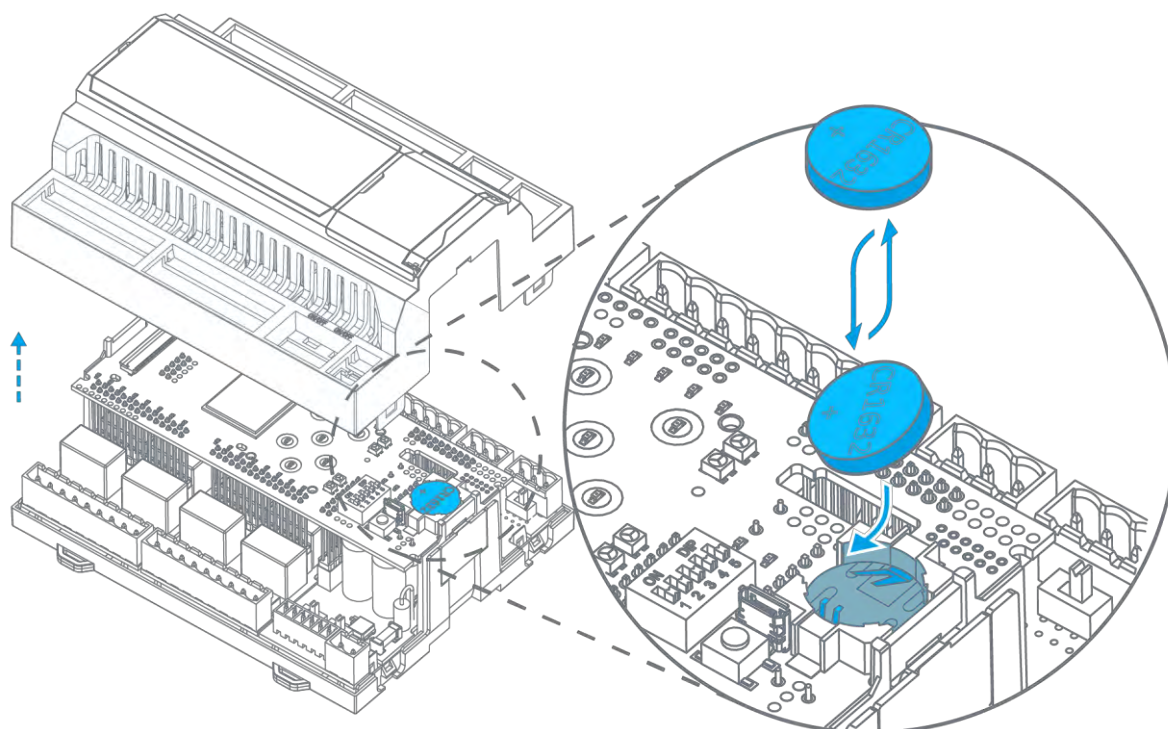

Рис. 70 – Замена батарейки
- извлеките разряженную батарейку из держателя и установите новую как показано на Рис. 70;